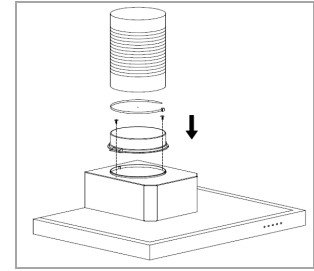

Bild 2a
- Setzen Sie die zwei Rückschlagklappen durch leichtes Biegen von oben in den Anschlussstutzen ein (**Bild 2a**).